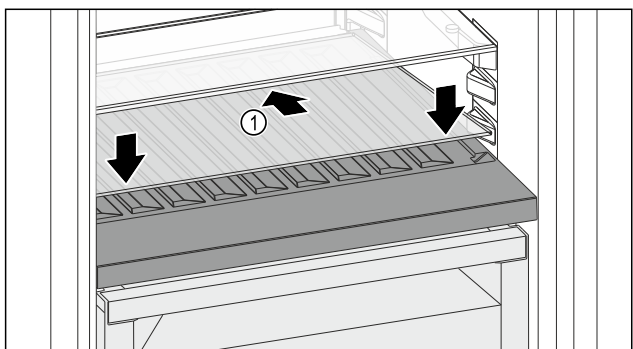

Fig. 226
- ▶ Postavite staklenu ploču Fig. 226 (1) ukoso, nagnutu straga prema dolje.
- ▶ Staklenu ploču Fig. 226 (1) podignite sprijeda.